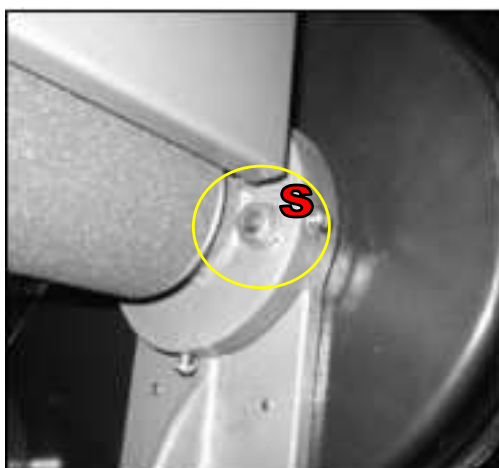

Figura 38 – Dado di bloccaggio telaio porta-nastro Art. 0662.
1. Allentare il dado di bloccaggio (S) del telaio porta-nastro, ruotandolo in senso antiorario, come mostrato in figura 38. A questo proposito, utilizzare una chiave per dadi esagonali.